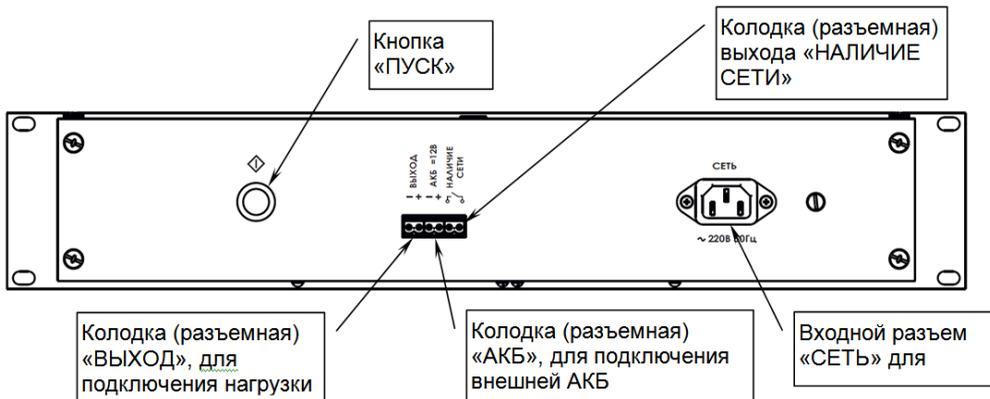

Рисунок 2 – задняя панель источника
На задней панели источника расположены (см. рисунок 2):
**Выполнить подключение источника при отключенном сетевом напряжении** в следующей последовательности (см. рисунок 2):